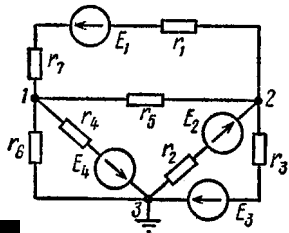

рис. 8
9. Для схемы рис.8, пользуясь методом узловых потенциалов, определить все токи. Дано:  $E_1 = 30 \text{ В}$ ,  $E_2 = 10 \text{ В}$ ,  $E_3 = 200 \text{ В}$ ,  $E_4 = 56 \text{ В}$ ,  $r_1 = 20 \text{ Ом}$ ,  $r_2 = 30 \text{ Ом}$ ,  $r_3 = 6 \text{ Ом}$ ,  $r_4 = 8 \text{ Ом}$ ,  $r_5 = 15 \text{ Ом}$ ,  $r_6 = 40 \text{ Ом}$  и  $r_7 = 10 \text{ Ом}$ .